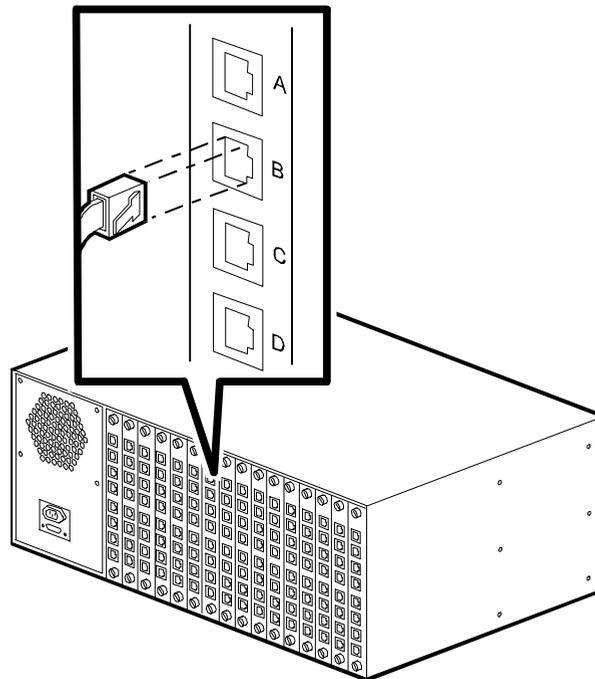

Figura 2-8. Collegamento dei cavi telefonici RJ11
7. Se sono state installate schede adattatrici analogiche a 4 porte, occorre collegare i cavi telefonici. Inserire i cavi del connettore telefonico (RJ11) negli ingressi RJ11 contrassegnati dalle lettere **A, B, C, e D** nella parte superiore di ciascuna scheda adattatrice. Utilizzare una linea telefonica distinta per ciascun ingresso. Collegare l'altro capo di ciascuna linea telefonica alle prese a muro. Vedere Figura 2-8.